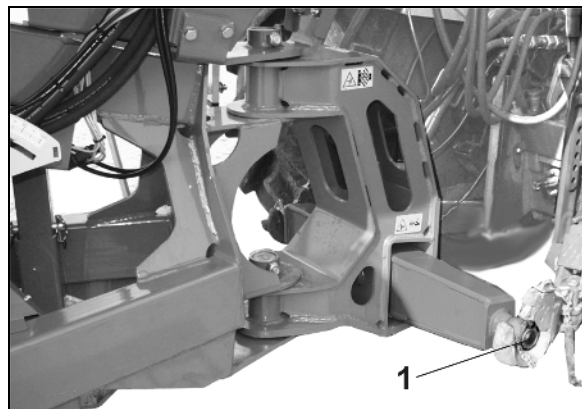

Bild 53
1. Dragstångsbommens bultar av kat. III (Bild 53/1) som säkras med låssprint, kan utrustas med låskulor beroende på traktortyp (se traktorns bruksanvisning).